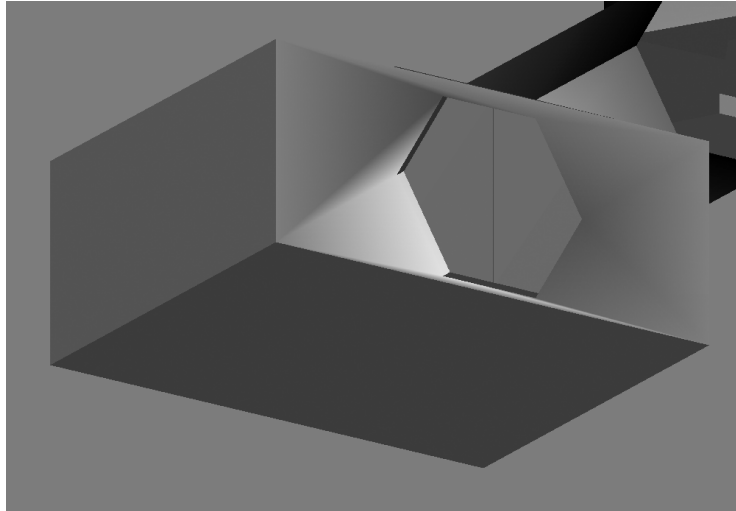

Рисунок 18.8. Вид комнаты в начале данного упражнения. Ее дверь и стена требуют доработки
1. Откройте файл сцены goom01.max, находящийся в папке CHAPTER18/MAXFILES на сопровождающем эту книгу CD-ROM (рис. 18.8).